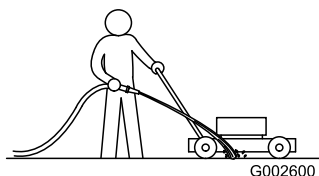

Рисунок 51
1. Установите газонокосилку на ровную поверхность с твердым покрытием, и при работающем двигателе направьте струю воды на пространство перед **правым** задним колесом (Рисунок 51).